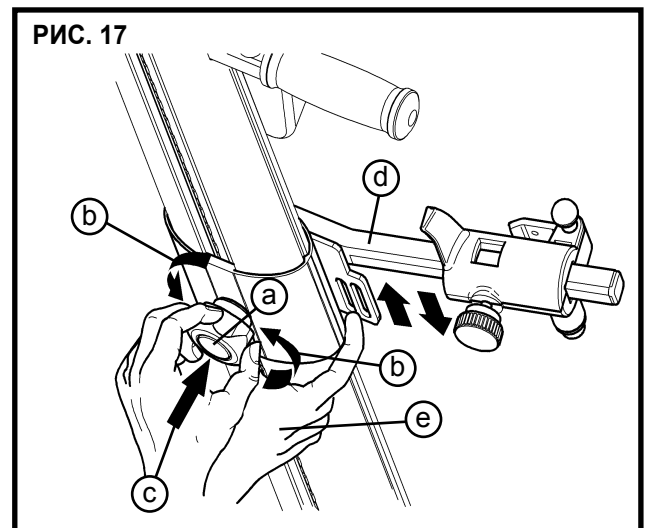

РИС. 17
- е) Отвинтить (Рис. 17/б) ручку (Рис. 17/а), расположенную с задней стороны штурвала, нажать среднюю металлическую кнопку (Рис. 17/с) и заставить двигаться рычаги (Рис. 17/д) до тех пор, пока они не установятся под рукоятки коляски (см. Рис. 16).
Н.В.: Выполнять данную операцию, удерживая поперечину, как указано на Рис. 17/е.